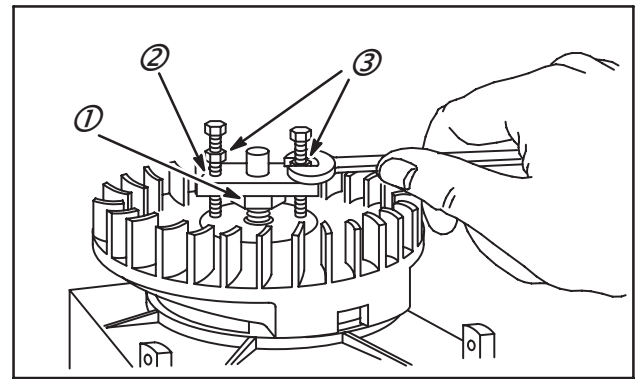

Fig. 7
2. Utiliser l'écrou de volant pour protéger le filetage du vilebrequin ainsi que comme appui pour l'extracteur, Fig. 7.
3. Visser l'écrou de volant (1) sur le vilebrequin jusqu'à ce que l'écrou affleure, ou dépasse légèrement, le filetage du vilebrequin.